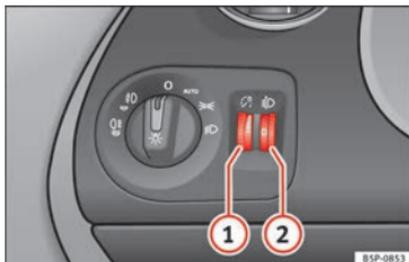

Fig. 61 Plancia portastrumenti: regolatori dell'intensità di illuminazione degli strumenti e degli interruttori e correttore assetto fari.
Quando le luci sono accese è possibile regolare l'intensità di illuminazione degli strumenti e degli interruttori servendosi della rotella zigrinata » **fig. 61 ①**.